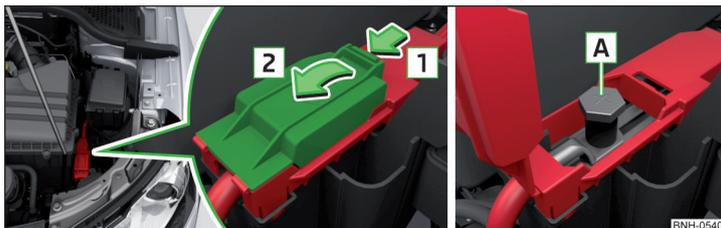

Fig. 173 Polo positivo en vehículos con la batería del vehículo en el maletero
El polo positivo **A** se encuentra debajo de una cubierta en el área del motor » fig. 173.
- Sujete la pinza del polo positivo del cable de ayuda de arranque en la posición **A** » fig. 173.